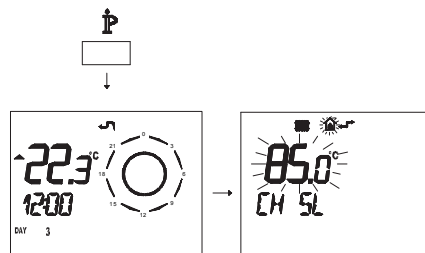

Figura 5.46
- Premere per più di 3 secondi il pulsante  para per entrare in modalità **INFO** (Figura 5.46).